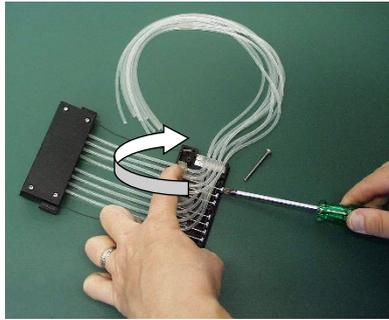

Figura 5-45. Fijación de los tornillos de calibración
10. Fije los tornillos de calibración de los tubos viejos con ayuda de un destornillador hexagonal (Figura 5-45).